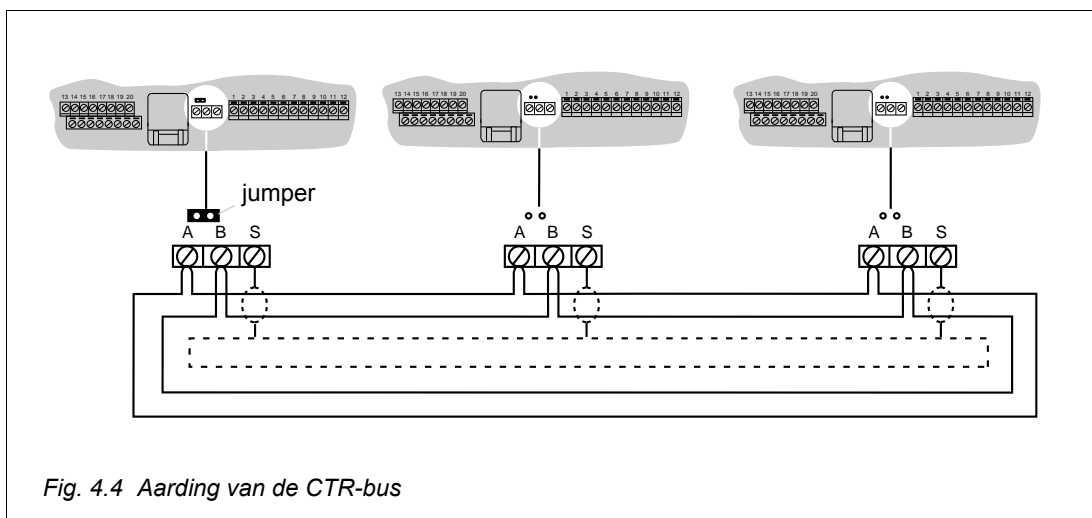

Fig. 4.4 Aarding van de CTR-bus
Alle Regelaars worden met behulp van een twee aderig afgeschermd kabel in een ring (CTR-bus) met elkaar verbonden (zie fig. 4.4). De CTR-bus moet altijd op één punt aan aarde liggen. Dit gebeurt door het plaatsen van een jumper.
2. Leg de CTR-bus aan aarde door het plaatsen van de jumper over de pennen boven de klemmen A en B (zie fig. 4.4).